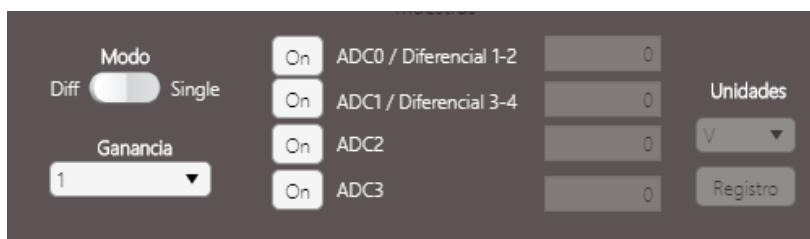

Figura 5.23: Selección de valor ADC.
4. Ubicar en el bloque *Módulo ADC*; asegurar que el modo esté habilitado en *Single* y la ganancia en 1 (Figura 5.23).